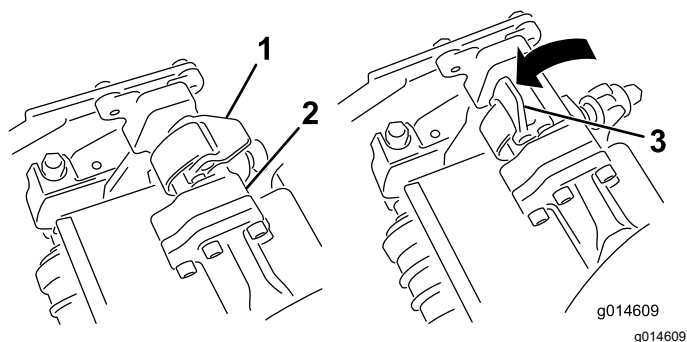
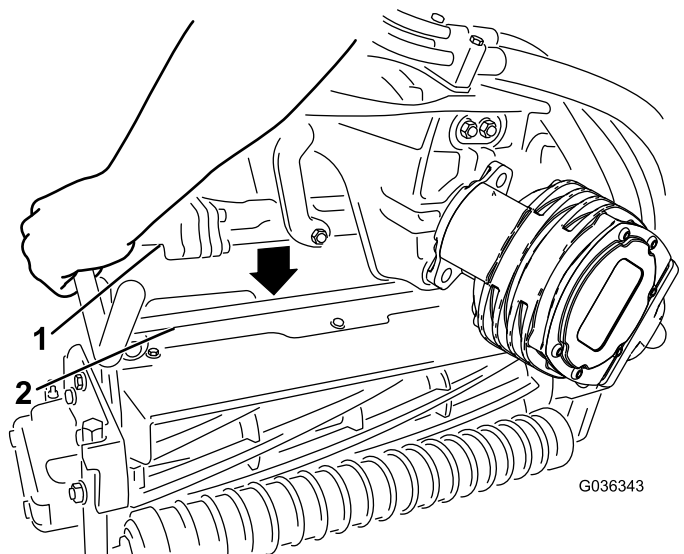

Figura 62
Figura 63
4. Deschideți elementele de fixare de pe bara braului de suspensie (Figura 62) și împingeți braul de suspensie în jos, astfel încât bara să se potrivească peste ambele brae de pe unitatea de tăiere și asigurați-vă că elementele de fixare trec pe sub bara transversală a unității de tăiere (Figura 63).
5. Închideți elementele de fixare în jos și în jurul barei unității de tăiere și blocați-le (Figura 62).
6. Deschidei elementele de fixare de pe bara braului de suspensie a unității de tăiere pe care o îndepărtați (Figura 62).